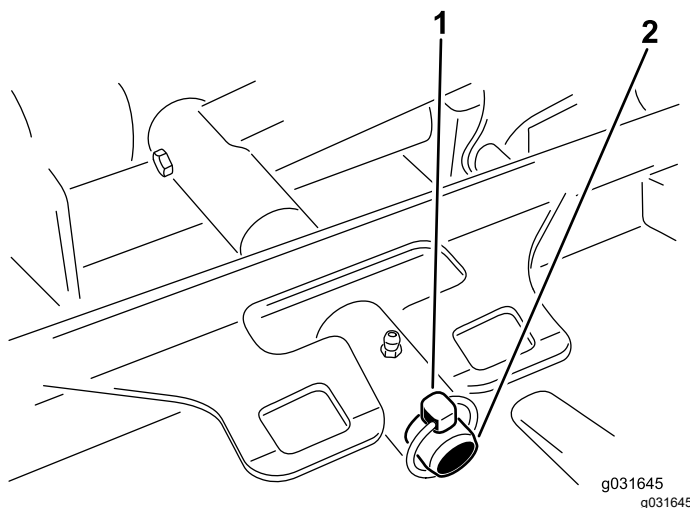

Figura 70
3. Retire el pasador de seguridad o la tuerca de retención que sujeta el bastidor de tiro de la unidad de corte a la barra de giro del brazo de elevación (Figura 70).
3. Coloque el bastidor de tiro de la unidad de corte sobre la barra de giro del brazo de elevación y fíjelo con el pasador de seguridad o la tuerca de retención (Figura 70).